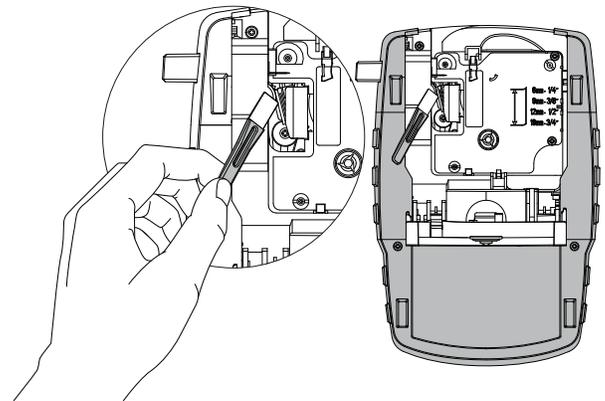

Imagen 7
- 3 Pase suavemente el lado con la almohadilla de la herramienta por el cabezal de impresión. Consulte Imagen 7.